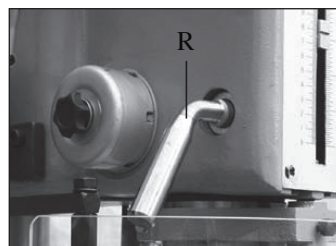

Bild 7
1. Vrid pinolens låshandtag (R-fig. 7) tills det sitter fast ordentligt.